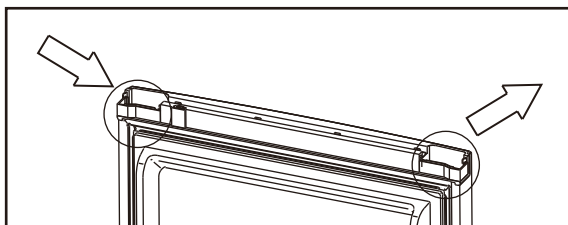

Рисунок 16
8. Установите декоративную панель правой дверцы (поставляется в комплекте) (рис.16)